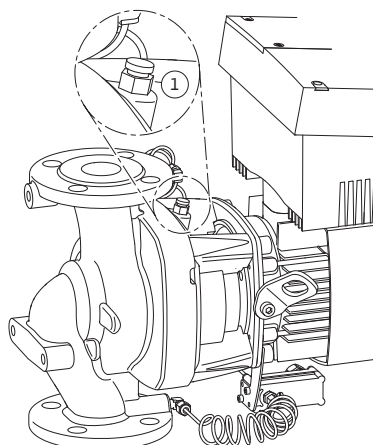

Fig. 49: Вентиляційний клапан
6. Спустити тиск з насоса, відкривши вентиляційний клапан (Fig. 49, п. 1).